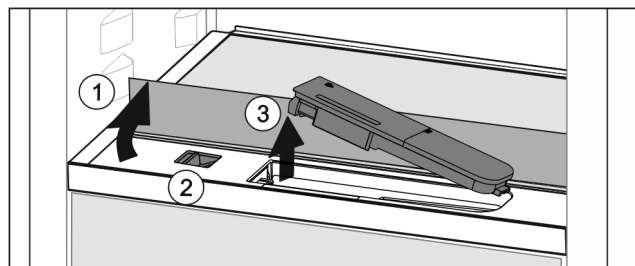

Fig. 44
- ▶ Glasplatte anheben und bis zum Anschlag nach hinten klappen *Fig. 44 (1)*.
- ▶ Schieber *Fig. 44 (2)* nach links schieben.
- ▶ Wassertank entnehmen *Fig. 44 (3)*.